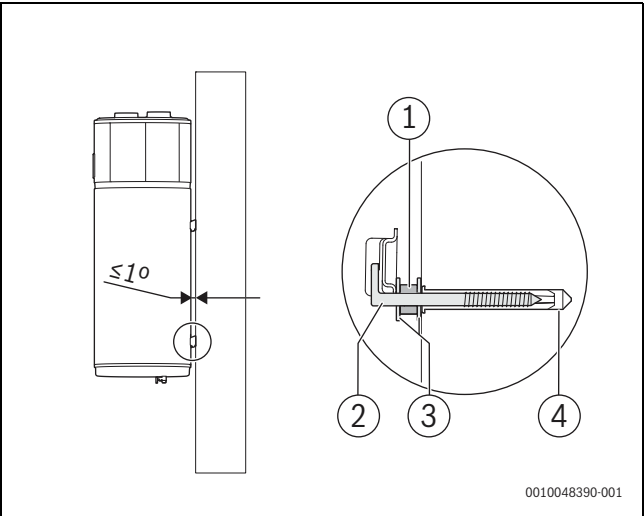

Fig. 18
- Estabelecer uma distância mínima de 220 mm ao teto e de 450 mm ao solo (→Fig. 18, página 13) para facilitar a manutenção.
O aparelho deve estar nivelado na vertical ou ligeiramente inclinado para trás, não mais do que 1°. Para o regular, é aconselhável (Fig. 18):